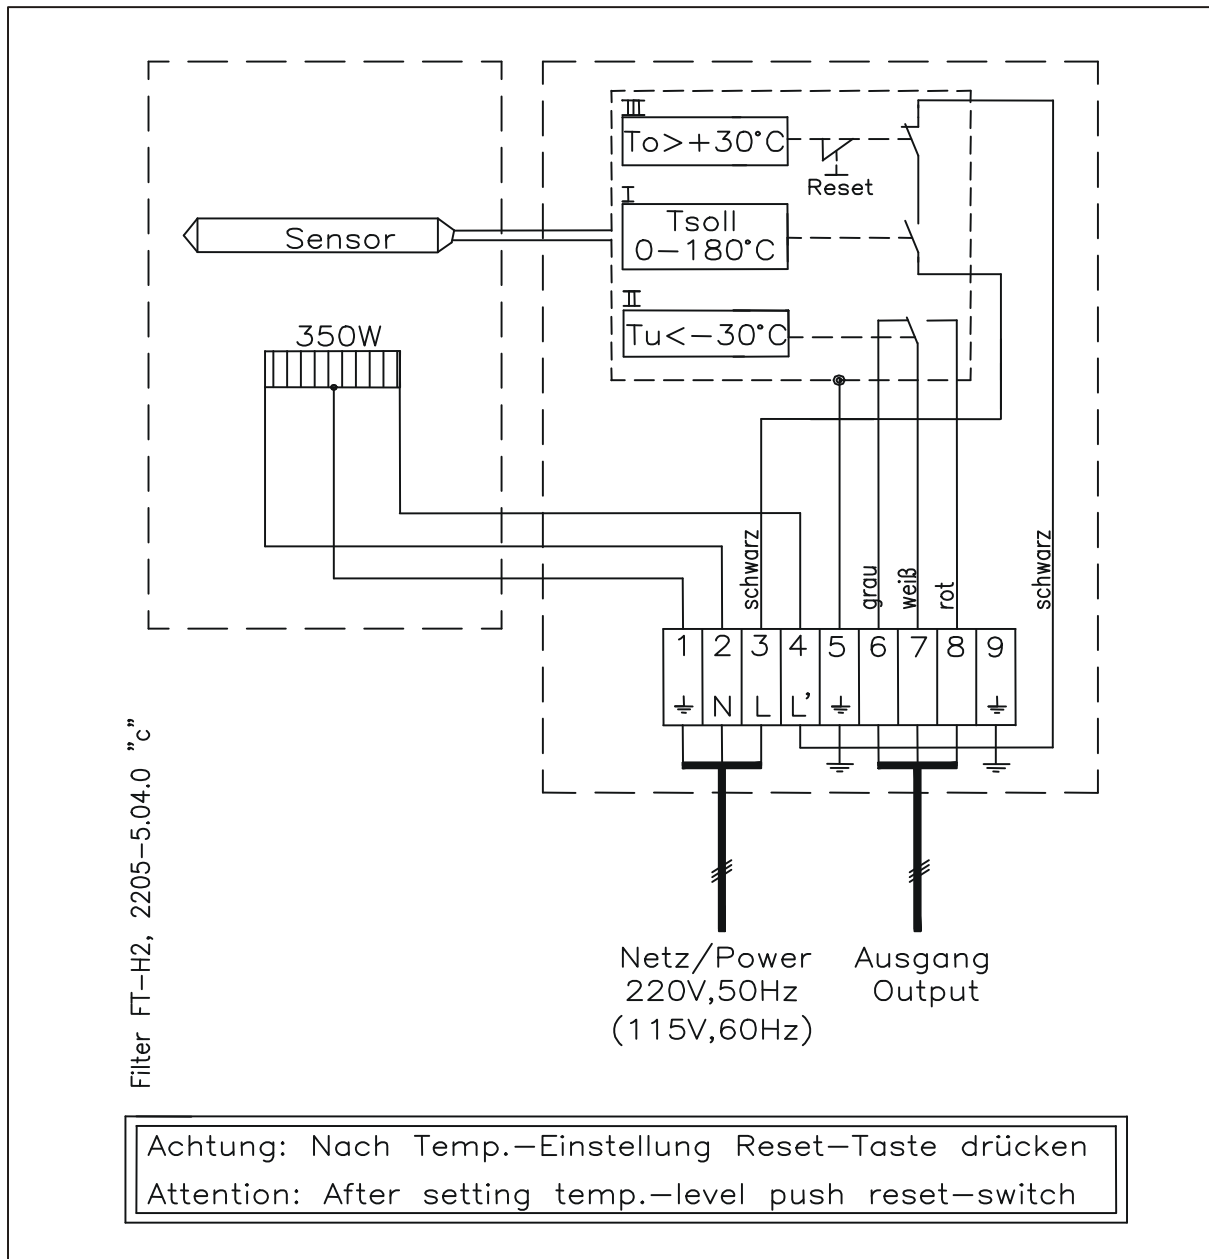

Abbildung 2 Elektrischer Anschlussplan
- Kabel für die Spannungsversorgung (min. 3 x 1.5 mm²) durch die Kabeldurchführung schieben und entsprechend dem Anschlussplan (Abb. 2) anschließen;